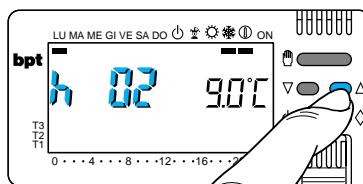

Fig. 53
10.4- Premere il pulsante ▽ oppure △ (fig.53) sino a raggiungere il numero di ore desiderato da 1 a 99.